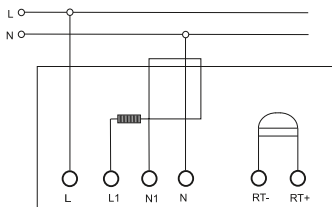

Рисунок 2 – Электрическая схема подключения
**Монтаж терморегулятора:** присоедините подготовленные к монтажу электрические провода к винтовым зажимам (рисунок 2). К клеммам «RT+» и «RT-» (полярность при этом не имеет значения) подключается датчик температуры. К клемме «L» подключается фазный провод питания L, к клемме «N» подключается провод нейтрали N. К клеммам «L1» и «N1» подключается вывод нагревательного элемента (секции, мата). Установите механизм в монтажную коробку, закрепите с помощью распорных лапок или винтов. Установите декоративную рамку, приобретаемую отдельно.